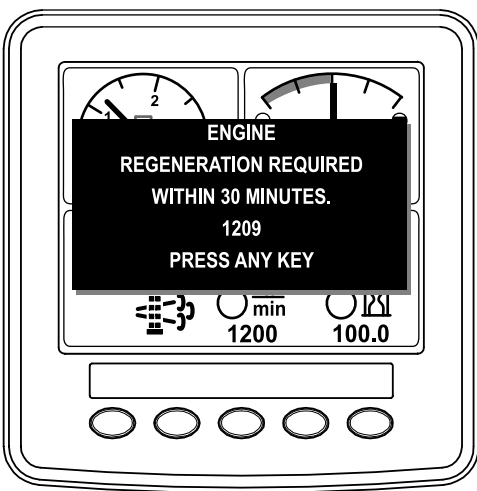

Figura 46
- Se ignorar o pedido de regeneração em estacionamento (apresentado no InfoCenter) e continuar a utilizar a máquina (Figura 46), pode acumular-se uma grande quantidade de fuligem no DPF.